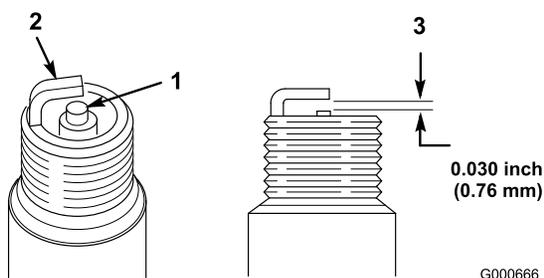

Figura 29
1. Controllate il centro della candela (Figura 29). Se l'isolatore è marrone chiaro o grigio, il motore funziona correttamente. Una patina nera
2. Verificate la distanza tra gli elettrodi centrale e laterale (Figura 29) e se non è esatta piegate l'elettrodo laterale.